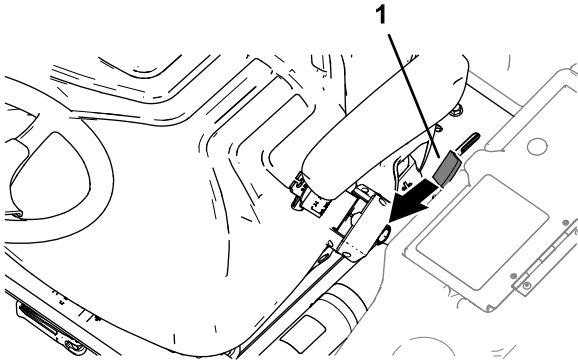

Bild 48
1. Bewegen Sie den Verschlussriegelgriff (Bild 48) zur Vorderseite der Maschine, bis die Sperrhaken den Riegel freigegeben.